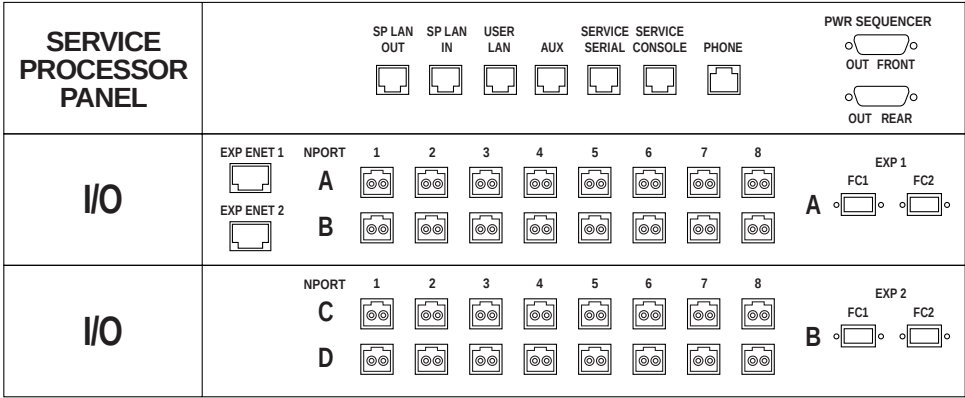
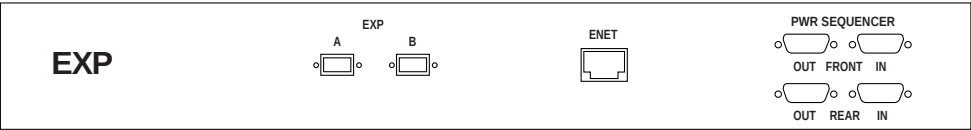

FIGURE 2-7 Panneau de service de l'armoire de base
FIGURE 2-8 Panneau de service de l'armoire d'extension
Le panneau de service de l'armoire de base possède deux panneaux E/S avec des ports Fibre Channel (FC) redondants pour connecter l'armoire d'extension (FIGURE 2-7). Le panneau de service de l'armoire d'extension possède un panneau unique avec des ports FC redondants (FIGURE 2-8).